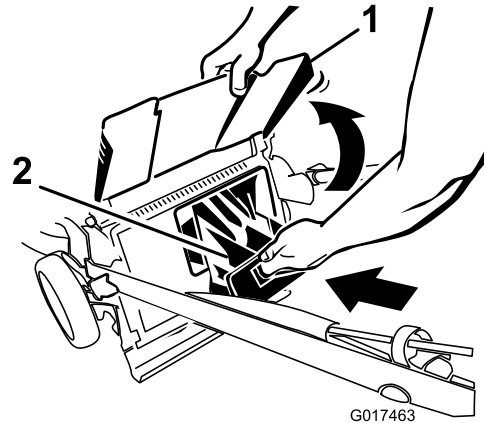

Figura 27
**Importante:** Asegúrese de que el tapón de descarga trasera está bloqueado en su sitio. Para bloquear el tapón: Levante el deflector de descarga (Figura 27), introduzca el tapón y